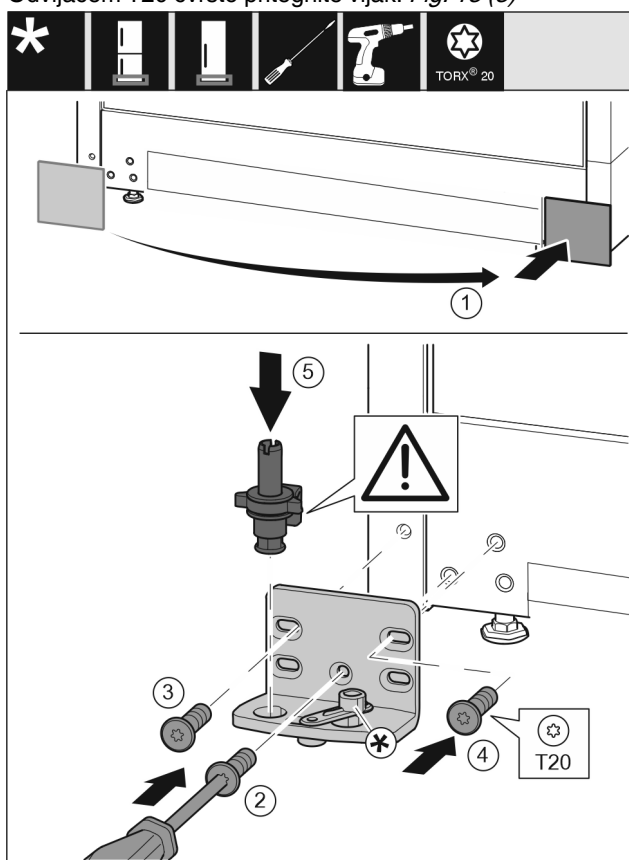

Fig. 14
- ▶ Skinite pokrov i postavite ga na drugoj strani. Fig. 14 (1)
- ▶ Postavite podložak ležaja na drugoj strani i zavijte pomoću odvijača T20. Započnite s vijkom 2 dolje u sredini. Fig. 14 (2)
- ▶ Pritegnite vijak 3 i 4. Fig. 14 (3,4)
- ▶ Kompletno umetnite podložak ležaja. Pri tome pazite da je ispuščenje za blokiranje okrenuto prema otraga. Fig. 14 (5)